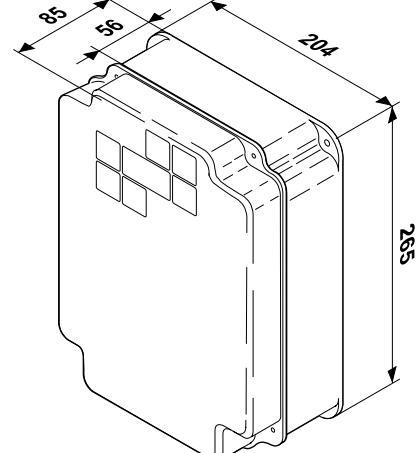

Fig. 10
- 14) Installer le coffret de la platine à l'emplacement voulu en tenant compte des dimensions d'encombrement indiquées fig. 10.